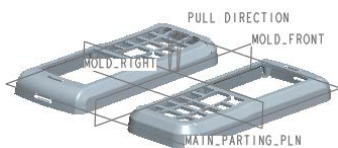

图 31.5 第二个参考模型组装完成后
Step4. 系统弹出“创建参考模型”对话框, 在该对话框中选中 **按参考合并** 单选按钮, 然后在 **参考模型** 区域的 **名称** 文本框中输入 PHONE_COVER_MOLD_REF_02, 单击 **确定** 按钮。完成后的装配体如图 31.5 所示。